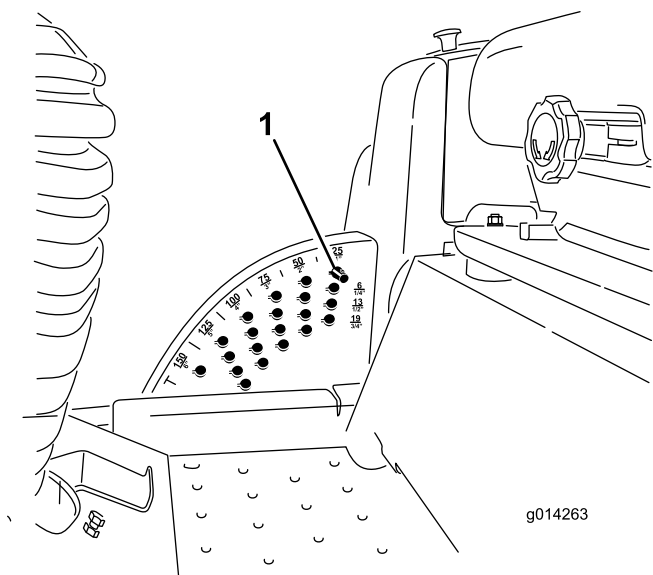

Figura 24
1. Com o motor a trabalhar, empurre para trás o interruptor de elevação da plataforma até que a plataforma do cortador esteja completamente levantada e **solte imediatamente o interruptor** como se mostra em Figura 24.
2. Rode o pino de altura de corte até que o pino do mesmo fique alinhado com as ranhuras nos orifícios no suporte da altura de corte e remova-o (Figura 24).
3. Selecione um orifício, no suporte da altura de corte, que corresponda à altura de corte desejada, insira o pino e rode-o para o bloquear no lugar (Figura 24).
**Nota:** Existem quatro filas de posições de orifícios (Figura 24). A fila de cima dá-lhe a altura de corte indicada por cima do pino. A segunda fila dá-lhe a altura de corte indicada mais 6 mm. A terceira fila dá-lhe a altura de corte indicada mais 13 mm. A fila de baixo dá-lhe a altura de corte indicada mais 19 mm. Para a posição de 15,8 cm só existe um orifício, colocado na segunda fila. Isto não acrescenta 6 mm à posição de 15,8 cm.